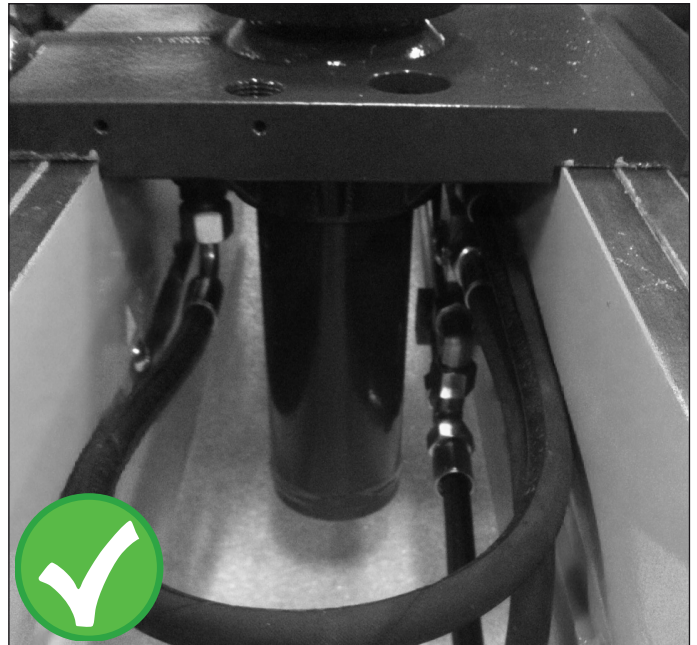

fig. 2
6. Tilslut hydraulikslangen på cylinderen. Bemærk, at slangen skal føres i en blød bue rundt om cylinderen (fig. 2+3).